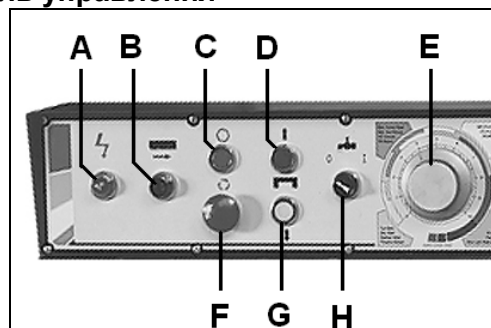

Рис. 1
1. Используя подъемные ремни соответствующей грузоподъемности, которые должны быть изолированы от поверхностей станка, поднимите станок и установите на место работы. См. Рис. 1.